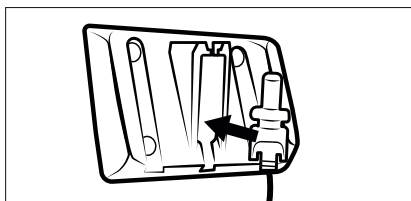

Bild 4
- 1) Sätt strömadapterns **10** ihåliga kontakt **11** i vägghållaren **18** (se bild 4). Skruva på kontakten **11** för att fixera den.